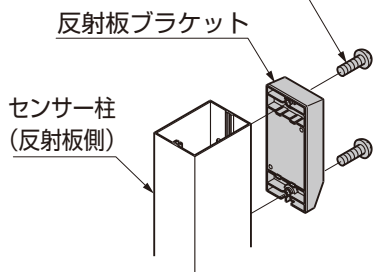

図5-5 反射板側
- ① 反射板ブラケットをセンサー柱 (反射板側) に【2-1】で取付けてください。(図5-5参照)